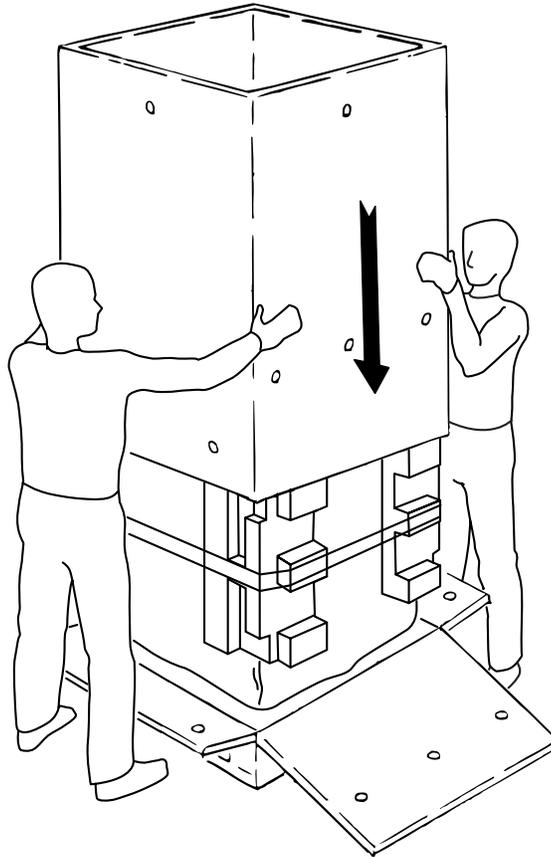

Abbildung A-18 Umhüllung wieder anbringen
9. Bringen Sie die Kartonumhüllung wieder an (siehe Abbildung A-18).